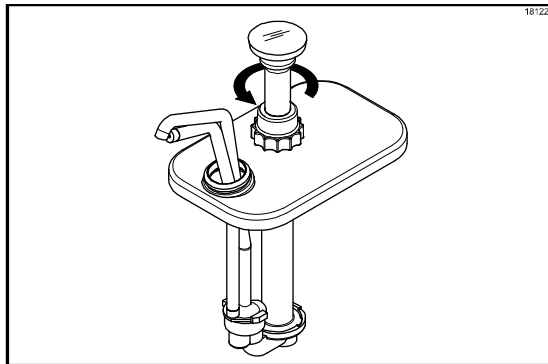

Abbildung 72
3. Die Kolbenmutter entgegen dem Uhrzeigersinn drehen und die Kolbeneinheit aus dem Pumpenkörper nehmen. (Siehe Abbildung 72.)